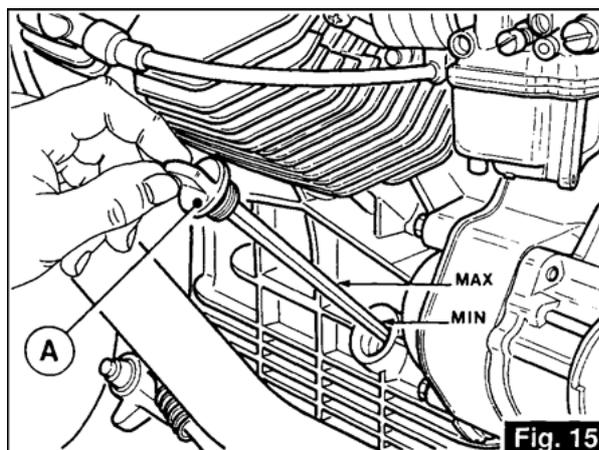

Fig. 15
4.1 LUBRIFICATION DU MOTEUR (fig. 15)
«A» Bouchon de remplissage avec jauge (fig. 15)